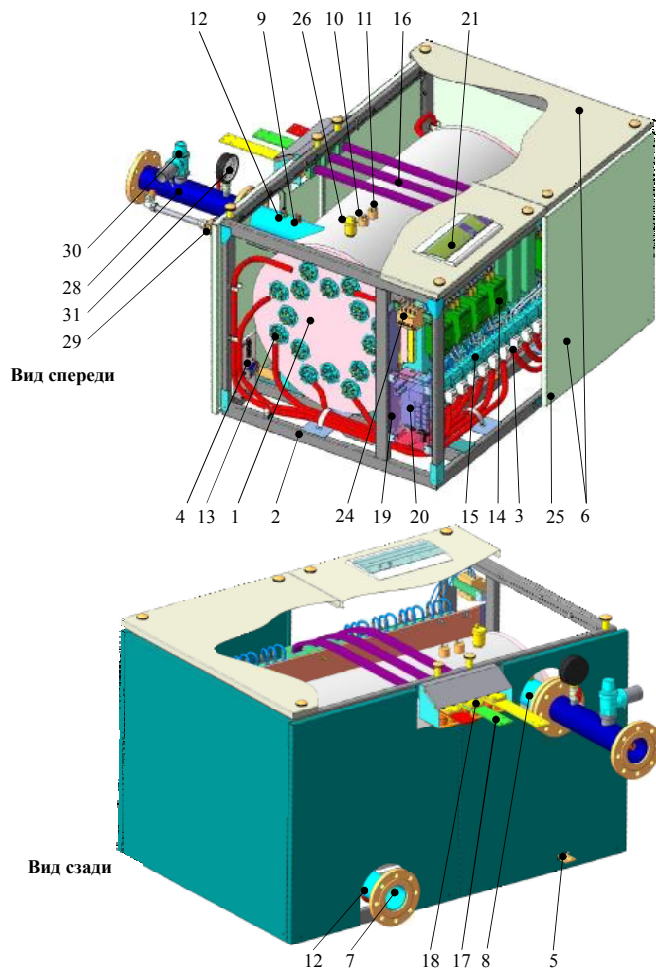

Рис. 1
4.1.1 В состав прибора (рисунок 1) входят: котёл в теплоизоляции (1), установленный внутри каркаса (2) из труб прямоугольного сечения, блок коммутации (3), блок управления (см.п.4.1.4.), панель подключения внешних устройств (4), шина заземления (5), навесные защитные панели (6).
| Прибор не включается. Не светятся индикаторы панели управления "сеть", "ступени мощности" после включения соответствующих выключателей. | Неправильное подключение прибора к электрической сети Не включен автоматический выключатель QF9 (поз.24 рис.1). | Проверить правильность подключения прибора в соответствии с рисунком 6. Обратит особое внимание на правильность подключения защитного проводника (PE) и нулевого рабочего проводника (N). Включить выключатель. |
| На панели управления горит индикатор "контакт". Индикатор "нагрев" не включен. | Залип контакт одного из пускателей. | Последовательно отключить питание прибора с помощью выключателя QF9 (поз.24 рис.1) и внешнего коммутационного устройства. Снять передние панели, провести ревизию или заменить неисправный пускатель. Отключение индикации принудительно путем нажатия кнопки "сброс". |
7.1.5 Включите секционные автоматические выключатели 14 (Рис.1). Установите панели на место.